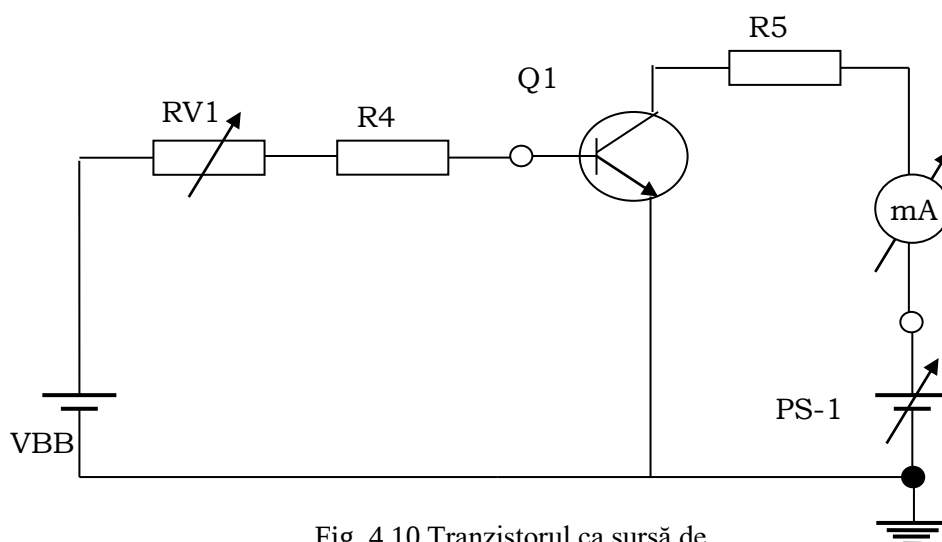

Fig. 4.10 Tranzistorul ca sursă de curent
12. Faceți conexiunile ca în fig. 4.10.